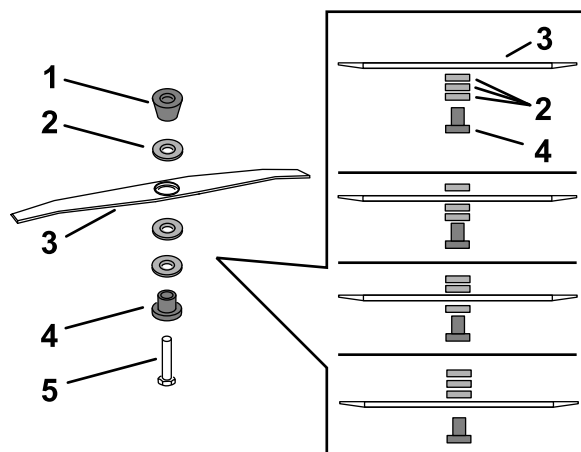

Figura 42
5. Utilizați cheia furnizată împreună cu maina pentru a îndepărta lama rotind urubul acesteia în sens invers acelor de ceasornic (Figura 42).